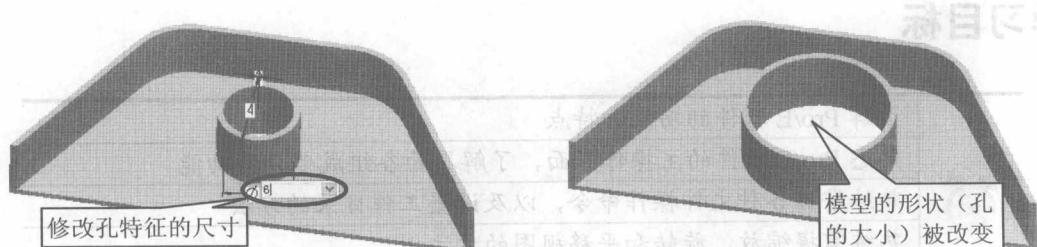

图 1-2 通过修改尺寸调整模型的形状
- 参数化设计：在 Pro/E 中，模型的形状是由尺寸驱动的，系统将特征的所有尺寸定义为可变。因此，用户可以随时通过修改尺寸值来调整模型的形状，如图 1-2 所示。